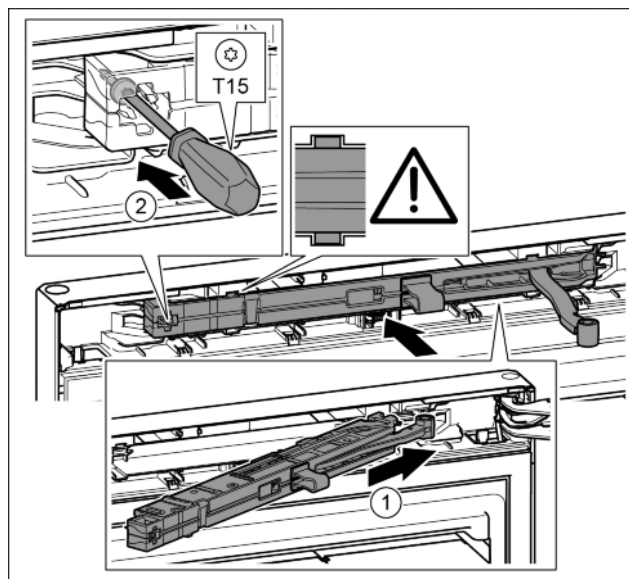

Fig. 37
- ▶ Schließdämpfereinheit auf der Lagerbockseite bis zum Anschlag schräg in die Aussparung einschieben. Fig. 37 (1)
- ▶ Schraube mit einem Schraubendreher T15 festschrauben. Fig. 37 (2)